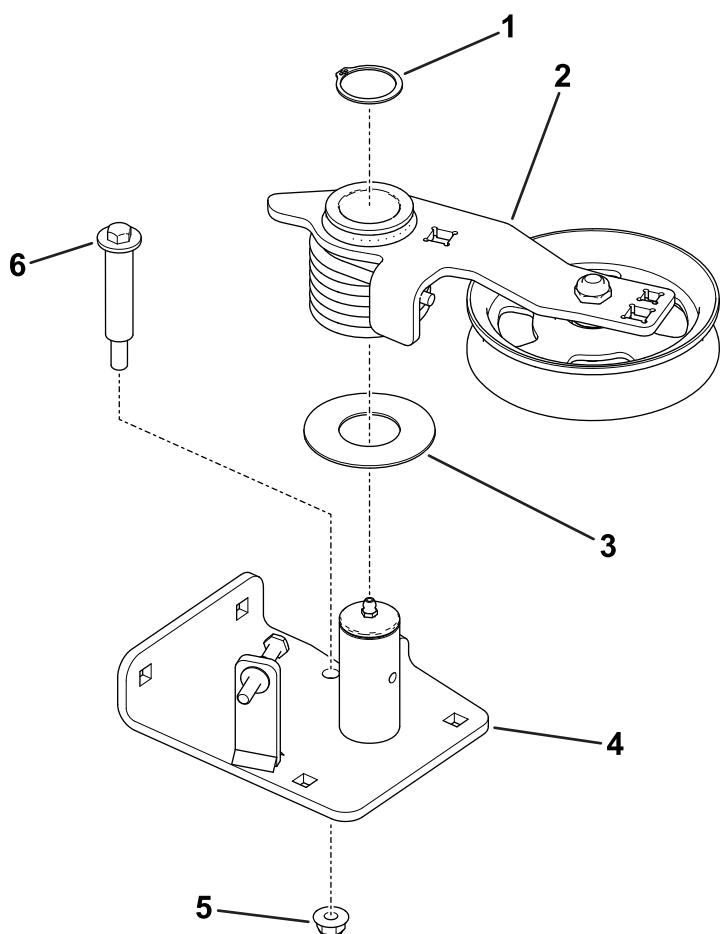

Рисунок 4
5. Снимите болт с буртиком с поворотной пластины натяжного шкива , затем ослабьте натяжение пружины натяжного шкива (Рисунок 4).
6. Снимите стопорное кольцо, которое удерживает рычаг натяжного шкива на шарнире натяжного шкива (Рисунок 4).